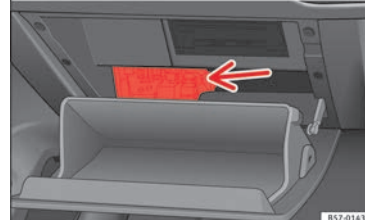

Fig. 103 Guantera (guía derecha): acceso a la caja de fusibles.
- Desmonte el freno de apertura » **fig. 103 A** en dos pasos: primero desbloquee el freno tirando de él hacia atrás (flecha ①) y después desplácelo ligeramente hacia la derecha (flecha ②). Desmonte la guía cuando la tapa esté en apertura normal (30°).